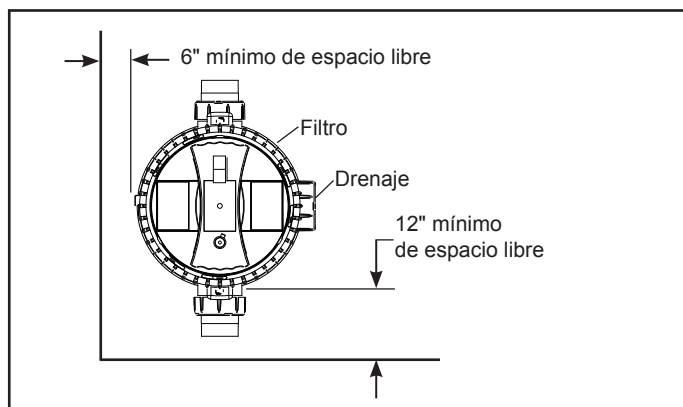

Figura 1. Ubicación del filtro, vista superior
3. Instale controles eléctricos a al menos cinco (5) pies del filtro. Esto permitirá que haya espacio suficiente para pararse lejos del filtro durante la puesta en marcha.
4. Deje un espacio libre suficiente alrededor del filtro para permitir una inspección visual del anillo de abrazadera. Consulte la Figura 1.